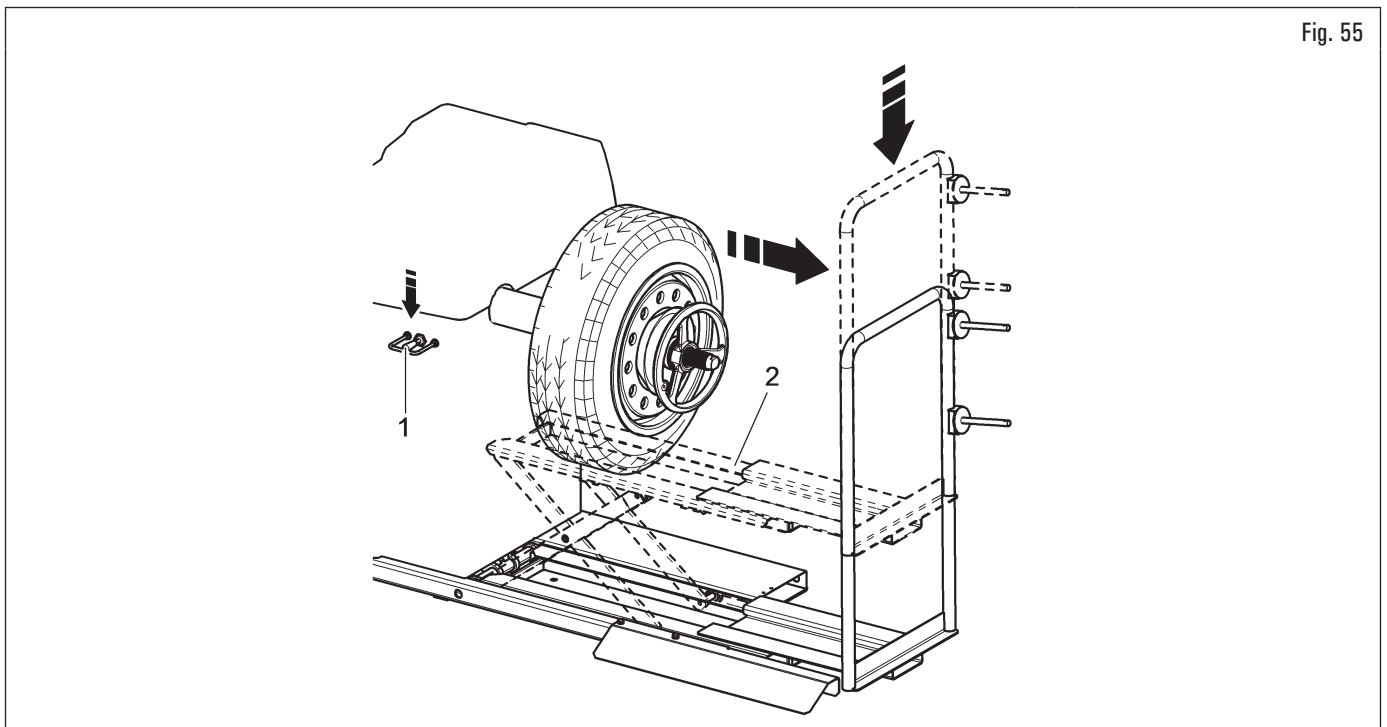

Fig. 55
6. baisser le commande de l'élévateur (Fig. 55 réf. 1) et faire descendre la plate-forme (Fig. 55 réf. 2).